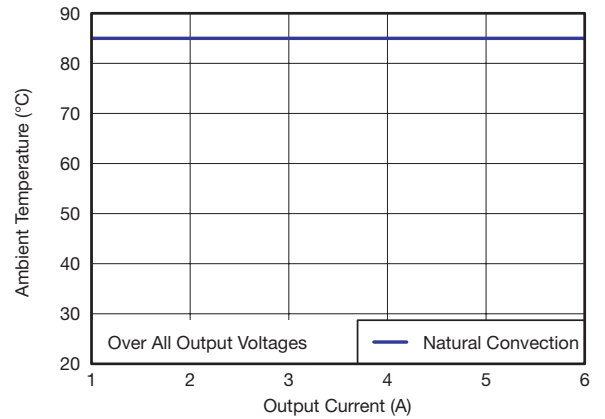

図 9. 安全動作領域
- (2) 温度デレーティング曲線は、内部コンポーネントの温度がメーカーの指定した最高動作温度以下になる条件を表します。このデレーティング制限は、1オンスの銅を使用した、100mm × 100mmの両面PCBに直接半田付けされたデバイスに対して適用します。図9に対して適用されます。